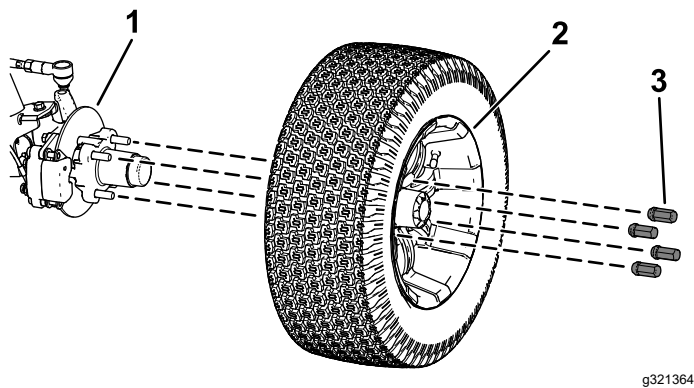

Figure 37
2. Retirez les 4 écrous qui fixent la roue sur le moyeu (Figure 37).
4. Alignez les trous de la roue et les goujons du moyeu, puis montez la roue sur le moyeu en plaçant la valve à l'extérieur (Figure 37).
5. Fixez la roue au moyeu avec les écrous de roue (Figure 37). Serrez les écrous de roues à un couple de 108 à 122 N·m (80 à 90 pi-lb).